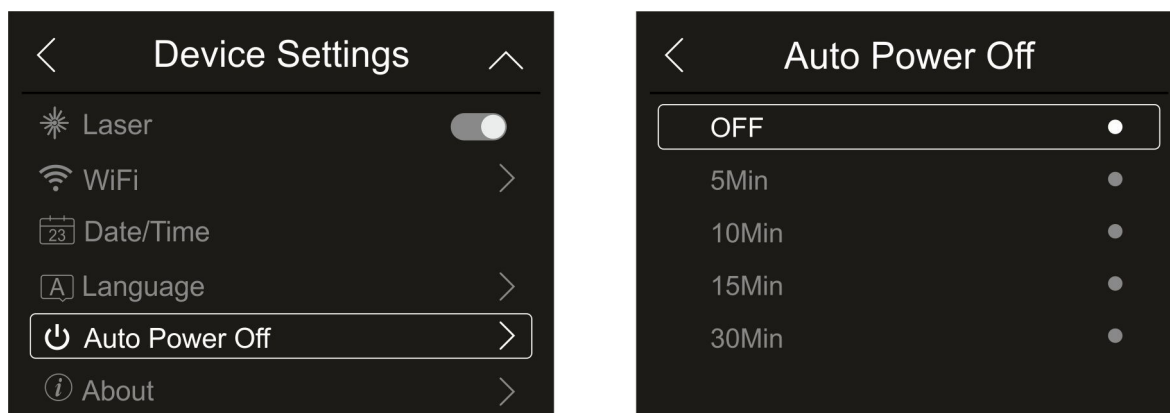

Fig. 21: Configuração de desligar automaticamente
1. Clique em “About” para saber as informações do instrumento relacionadas a: modelo, número de série, versão interna do Firmware e memória restante disponível. A ecrã da Fig. 21 - lado direito é exibido: